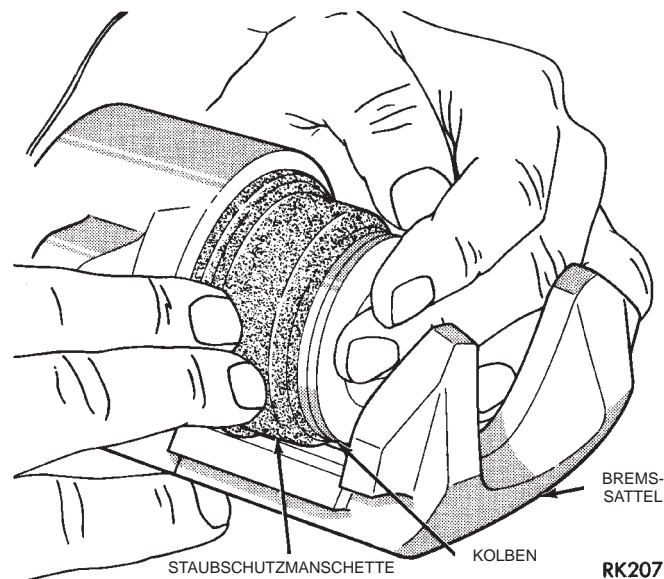

Abb. 88 Eindrücken des Kolbens in die Bohrung im Bremssattel
(5) Kolben über die Kolbendichtung hinaus bis zum Anschlag in die Bremssattelbohrung eindrücken (Abb. 88).